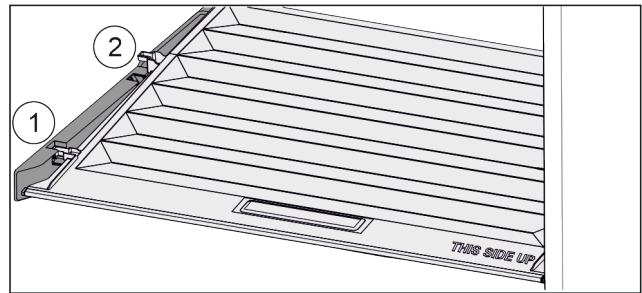

Fig. 103
- ▶ Издърпайте напред Fig. 103 (1) капака до отвора в задържащите части.
- ▶ Повдигнете го отзад отдолу и отстранете Fig. 103 (2) нагоре.